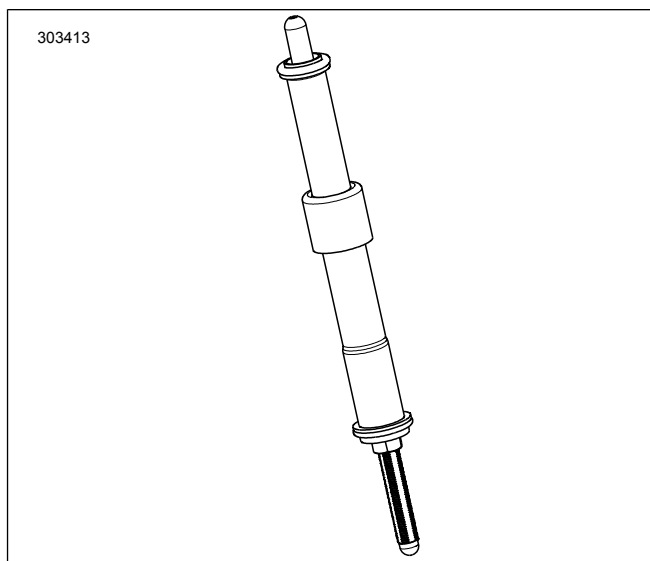

図2。プッシュロッドカバーに取り付けたプッシュロッド
7. 図2インテークプッシュロッドをプッシュロッドカバーに取り付けます。Oリング、ロアプッシュロッドカバー、スプリングカバーキーパーをキットの新品と交換します。プッシュロッドのアジャスター側を下にしてください。